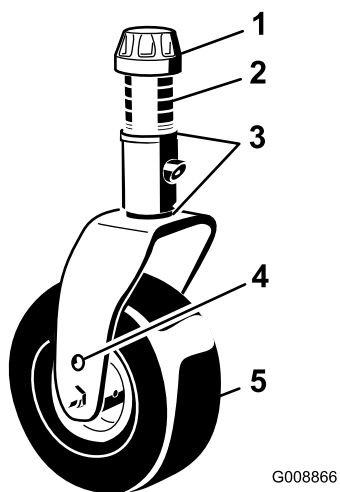

Figura 18
3. Retire el casquillo tensor del eje (Figura 18) y deslice el eje fuera del brazo de la rueda giratoria. Coloque los dos suplementos (3 mm) en el eje de la misma forma que en la instalación original. Estos suplementos son necesarios para obtener el mismo nivel en toda la anchura de las unidades de corte. Coloque el número adecuado de espaciadores de 13 mm (consulte la tabla siguiente) en el eje para conseguir la altura de corte deseada, luego coloque la arandela en el eje.